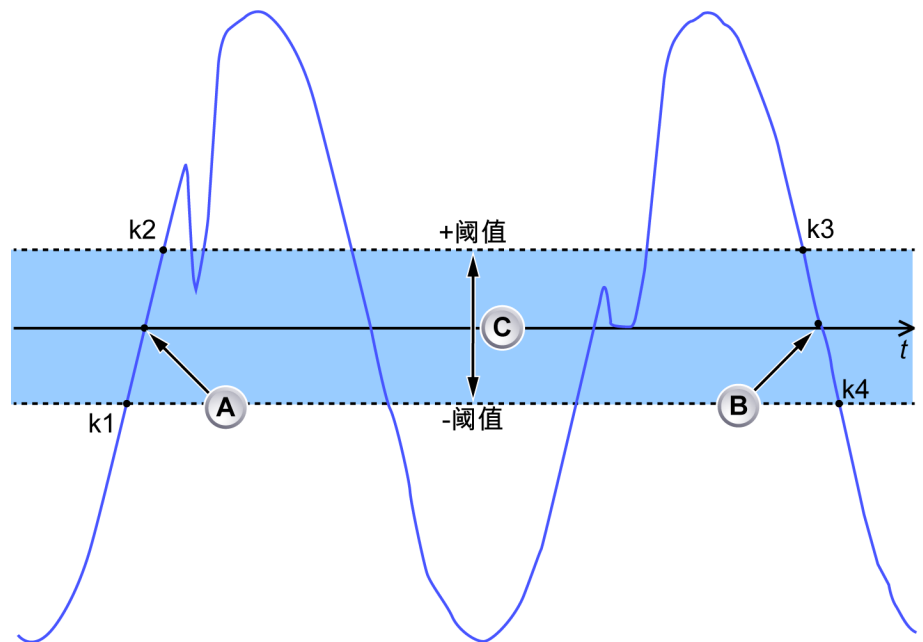

图 E.2: 电平穿越
周期检测器始终检测对于实时计算过晚的周期。在图 E.2 页 559 中，中心振幅穿越 (A) 在 k2 时间，而中心振幅穿越 (B) 在 k4 时间。为了补偿，周期检测器会在获取样本时对样本进行处理，而这些样本的计算会延迟 10 ms。这意味着实际穿越 (A) 和时间 k1 间的时间差异不能大于 10 ms。换句话说，k1 和 k2 间的时间不能大于 20 ms。